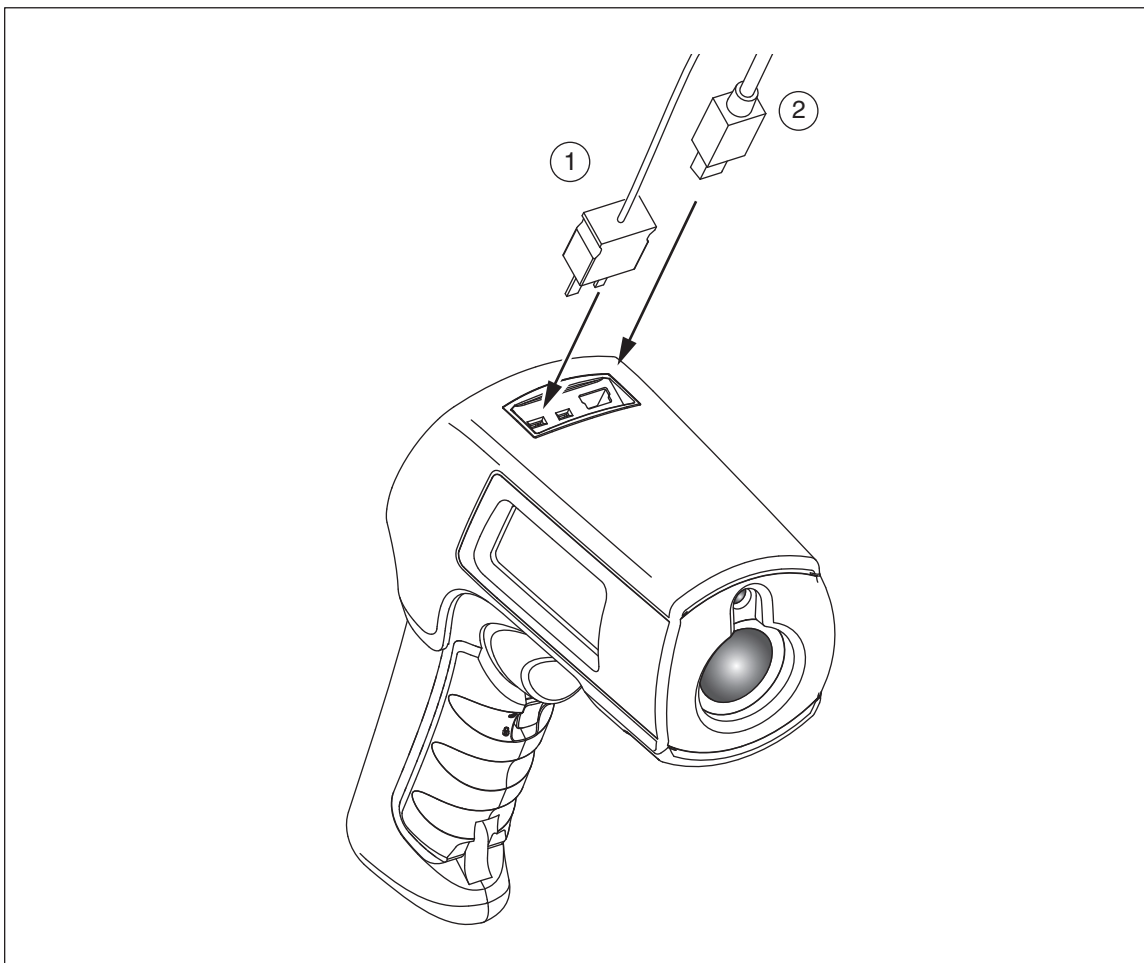

図 9. 熱電対および USB 接続
568 に保存されたデータは付属の USB ケーブルと FlukeView® Forms Documenting Software を介してパソコン (PC) にダウンロードできます。詳しくは、FlukeView® Forms のドキュメントを参照してください。USB 入力 ② は温度計の上部の外部プローブ入力 ① の横にあります (図 9 を参照)。
温度計には K 熱電対プルプローブが付属しています。プローブは温度計の上部にあるプローブ入力に接続します（図 9 を参照）。